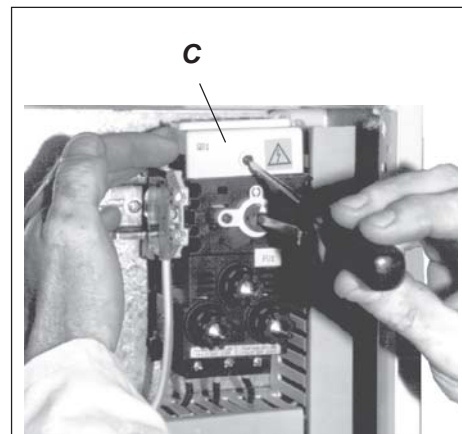
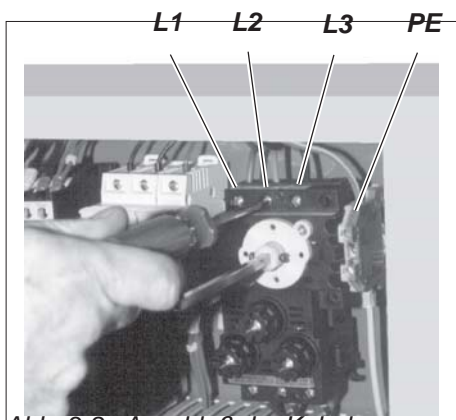

Abb. 3-7 Entfernen der Schutzvorrichtung
Abb. 3-8 Anschluß der Kabel
Die Klappe der Schalttafel öffnen und den Schutz **C** Abb. 3-7 entfernen. Die Speisedrähte an die Klemmen **L1 - L2 - L3** (Abb. 3-8) des Hauptschalters und den gelb-grünen Erdungsdraht an die Klemme **PE** anschließen (wenn der Sternpunktleiter angeschlossen wird, ist die Klemme **N** zu verwenden).
- 2 - Die Stromkabel (siehe Abb. 3-8) und den Luftschlauch der Druckregelunit abtrennen.